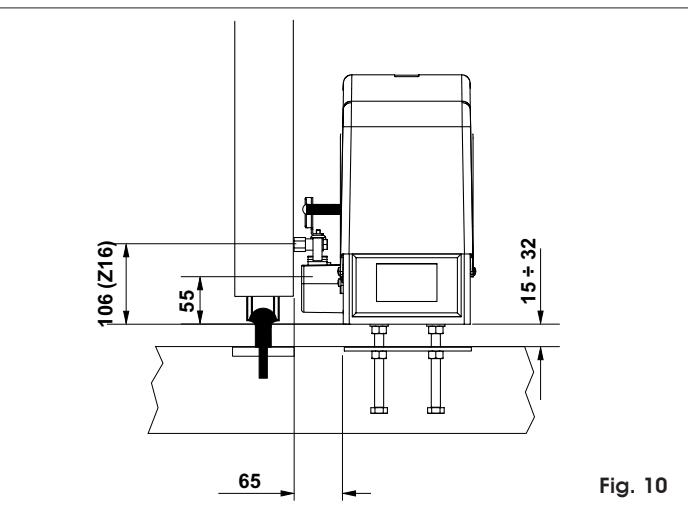

Fig. 10
- 3) Registrare l'altezza dei piedini e la distanza dal cancello facendo riferimento a Fig.10. **Nota bene:** operazione necessaria per il corretto fissaggio della cremagliera e per conservare in futuro la possibilità di eseguire eventuali nuove regolazioni in altezza del motore.